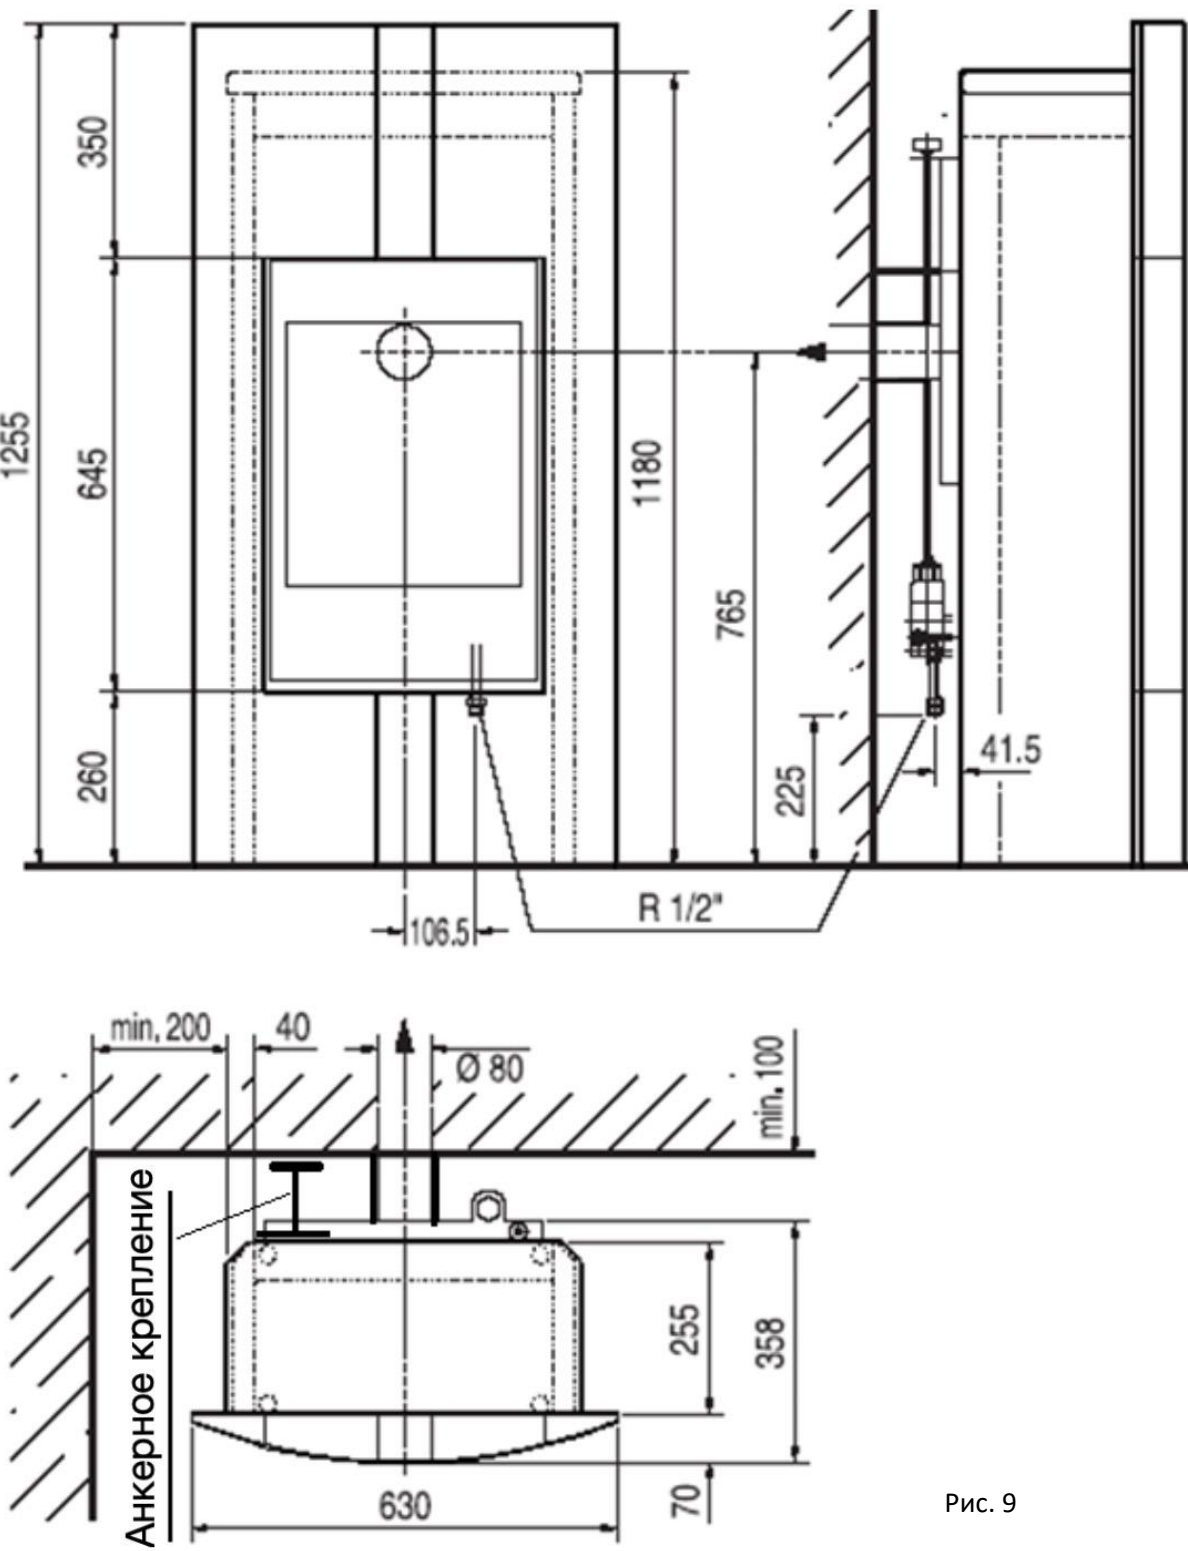
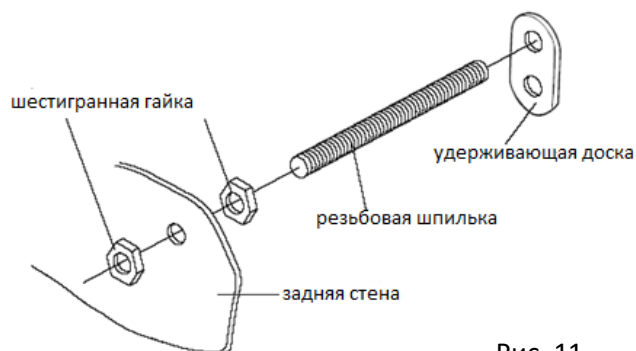

Рис. 9
Рис. 11
2. Если используется гибкое газораспределительное соединение, устройство необходимо зафиксировать от перемещения и закрепить на стене. Для этого используйте прилагаемые резьбовые стержни (рис. 11), которые устанавливаются в отверстия в верхней левой части устройства, если смотреть на обогреватель спереди (см. Рис. 9 на стр. 12). Закрепляем его после крепления удерживающей пластины к стене обеими гайками.